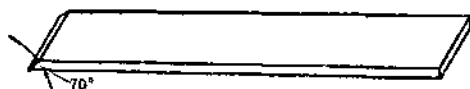

图 3
2)。同时在底板的一端用削刀削成 70° 斜角(图 3), 然后用砂皮将板面及四周砂光。